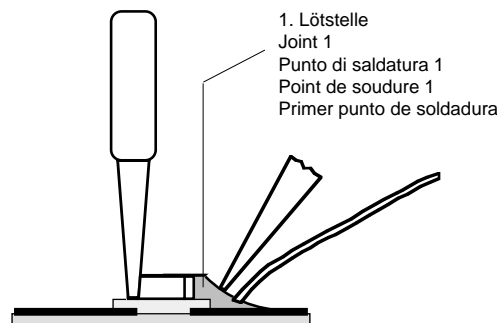

Fig. 4
4. Schritt: CHIP an der Lötstelle ansetzen, zentrieren und anlöten (Fig. 4).
4. Appoggiare il CHIP sul punto di saldatura, centrarlo e quindi saldarlo (Fig. 4).
4. step: Put the CHIP onto the soldering point, then center and fix it (Fig. 4).
4. Poser le composant CMS sur cette pointe de soudure, centrer et souder. Maintenir le composant CMS à l'aide d'une pince (Fig. 4).
Cuarto paso: Colocar el CHIP sobre la gota de estaño, centrarlo y soldarlo (Fig. 4).